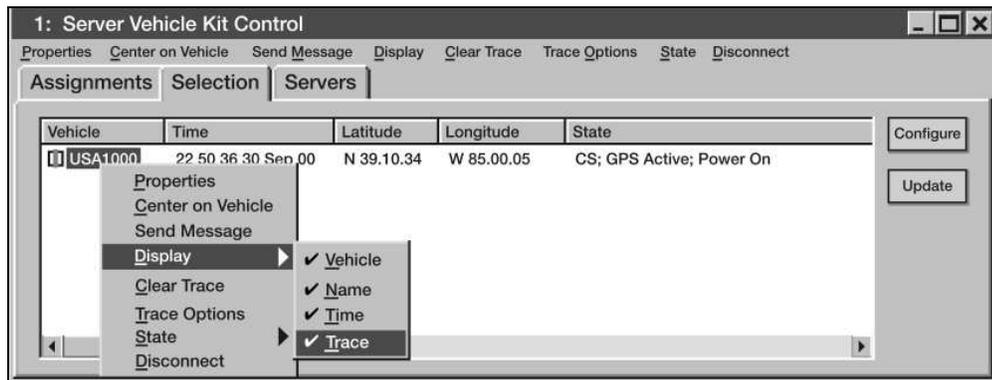

Figure 3-44. Tracing a Vehicle
- (d) Enable Trace function (see Figure 3-44).